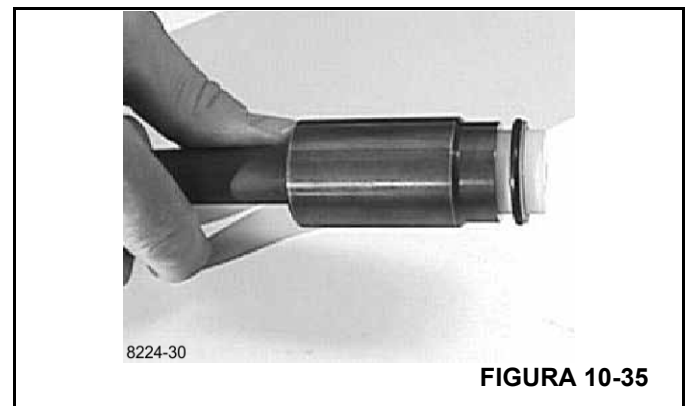

FIGURA 10-35
- Engrase el anillo "O" y el anillo Kin/Roto Glyd con aceite hidráulico y colóquelos en la herramienta (Figura 10-35).